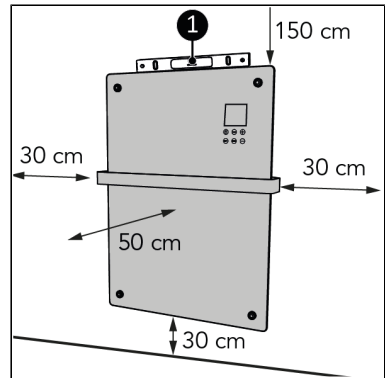

Abbildung 42.
5. Stellen Sie das Gerät auf eine vertikale und feste Oberfläche. Verwenden Sie beim Aufstellen des Geräts eine Wasserwaage (Abbildung 42, pos. 1).
6. Platzieren Sie das Gerät mit einem Mindestabstand (Abbildung 42) von: